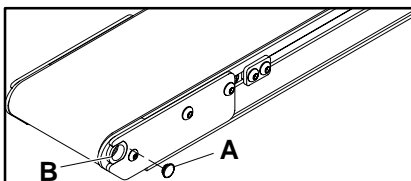

Abbildung 4
Alle nicht-angetriebenen Bauteile verfügen über einen Kunststoffstopfen (A in Abbildung 4), der sich an den Enden der Befestigungshülsen der Antriebsrolle (B). Entfernen Sie diesen Stopfen mit einem kleinen Schlitzschraubendreher.
Nach Beendigung der Schmierung kann der Schmieradapter (C) an seiner Stelle belassen oder durch den Kunststoffstopfen ersetzt werden (A in Abbildung 4).